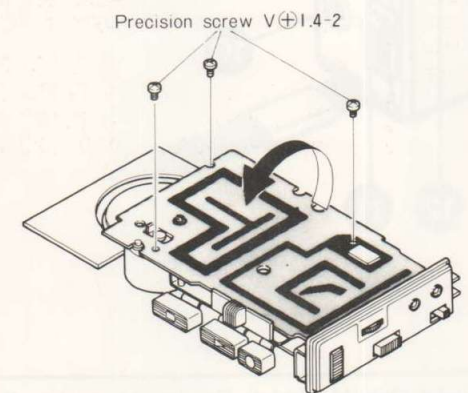

Fig. 5
2) Raise the circuit board as illustrated by arrow. (See Figure 5).
2) De hoofdprint oplichten als door de pijl aangegeven (zie Fig. 5).
2) Soulever la platine comme indiqué par la flèche en Fig. 5.
2) Sollevare il circuito come illustrato dalla freccia (vedere Fig. 5).